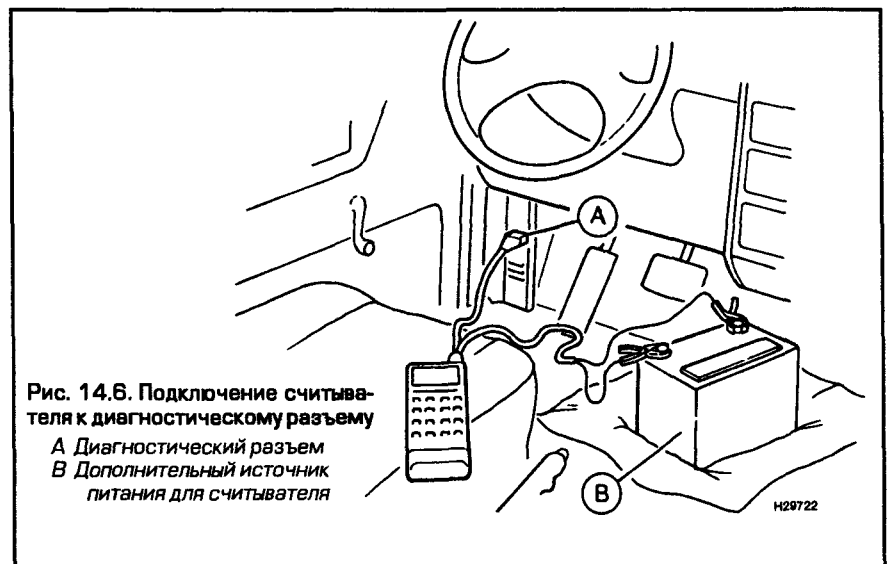

Рис. 14.6. Подключение считывателя к диагностическому разъему
- 1 Подключите считыватель к диагностическому разъему (см. рис. 14.6). Используйте считыватель для следующих целей, руководствуясь инструкциями изготовителя: